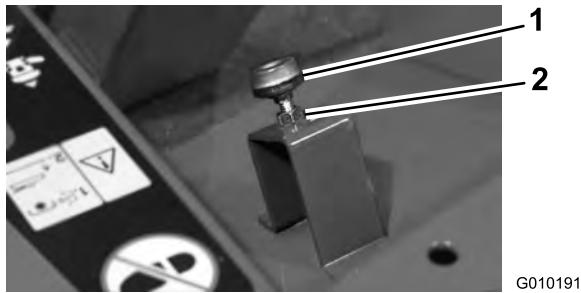

Figure 67
2. Enfoncez la pédale de déplacement sur toute sa course (Figure 67). Les écrous de blocage doivent être desserrés et la butée doit être abaissée pour obtenir la course maximale de la pédale.
3. Relâchez la pédale de déplacement et ajustez la butée d'un demi à un tour supplémentaire pour que la pédale rencontre la butée juste avant d'arriver en bout de course (Figure 67).